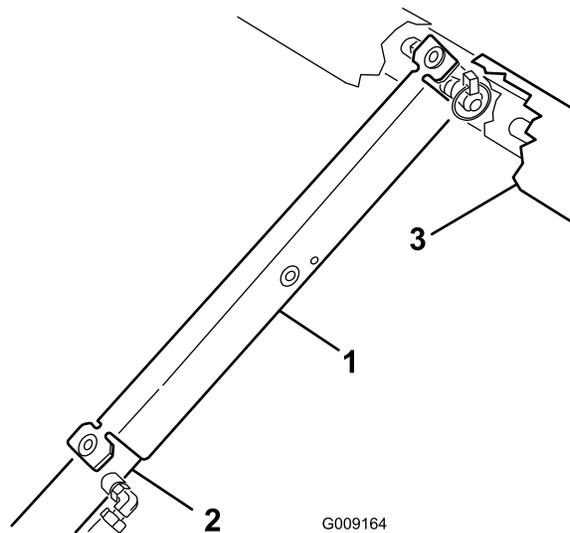

図 31
3. サポートをシリンダロッドにはめ込み、安全サポートの端部でシリンダバレルの端とシリンダロッドの端を確実に支える 図 31。